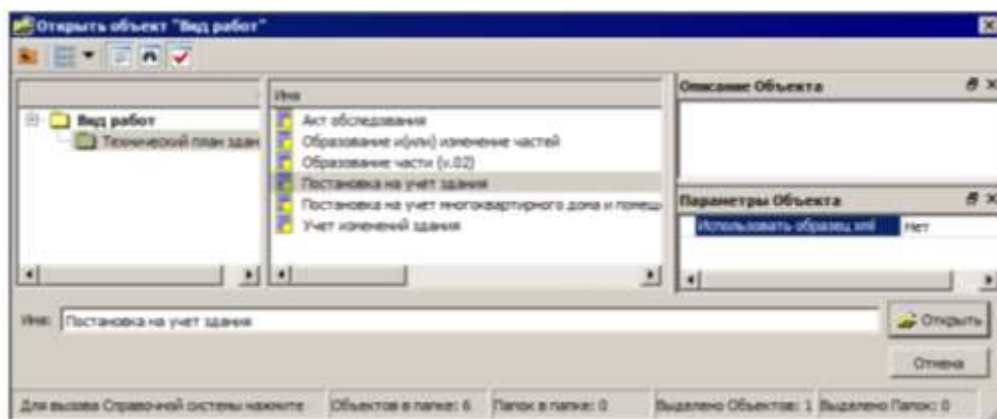

Рисунок 20– Открыть объект «Вид работ»
- В окне **Открыть объект «Вид работ»** выберите объект *Постановка на учет здания*, в поле **Параметры Объекта** в строке **Использовать образец xml** укажите *Нет*. Нажмите кнопку **Открыть** (рис. 20).